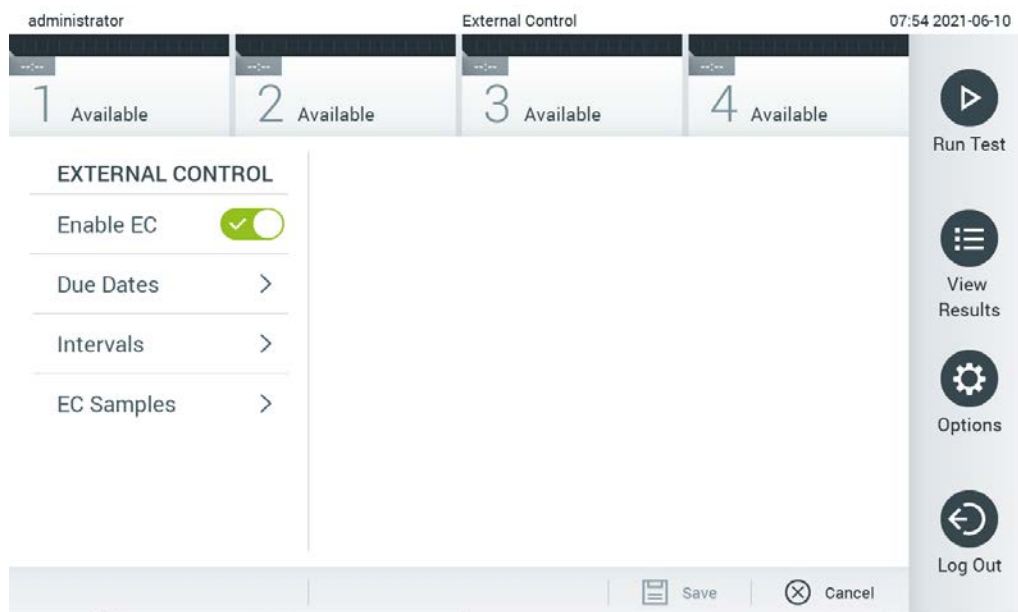

Figura 50. Ecranul External Control (Substanță de control externă).
2. Apăsați butonul de comutare **Enable EC** (Activare EC) pentru activarea caracteristicii (Figura 50).